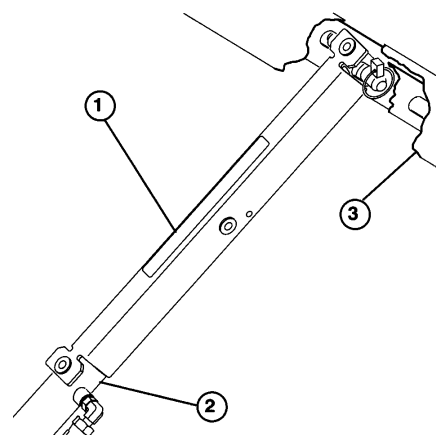

Fig. 24
3. Skub ladstiveren ned på cylinderstangen, idet man skal sørge for, at stiverens endetapper hviler på enden af cylinderhuset og på cylinderstangens ende (Fig. 24).